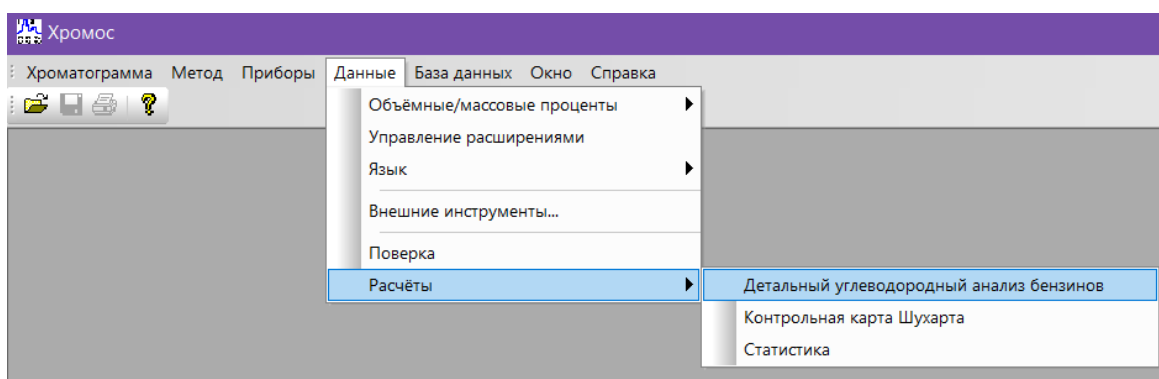
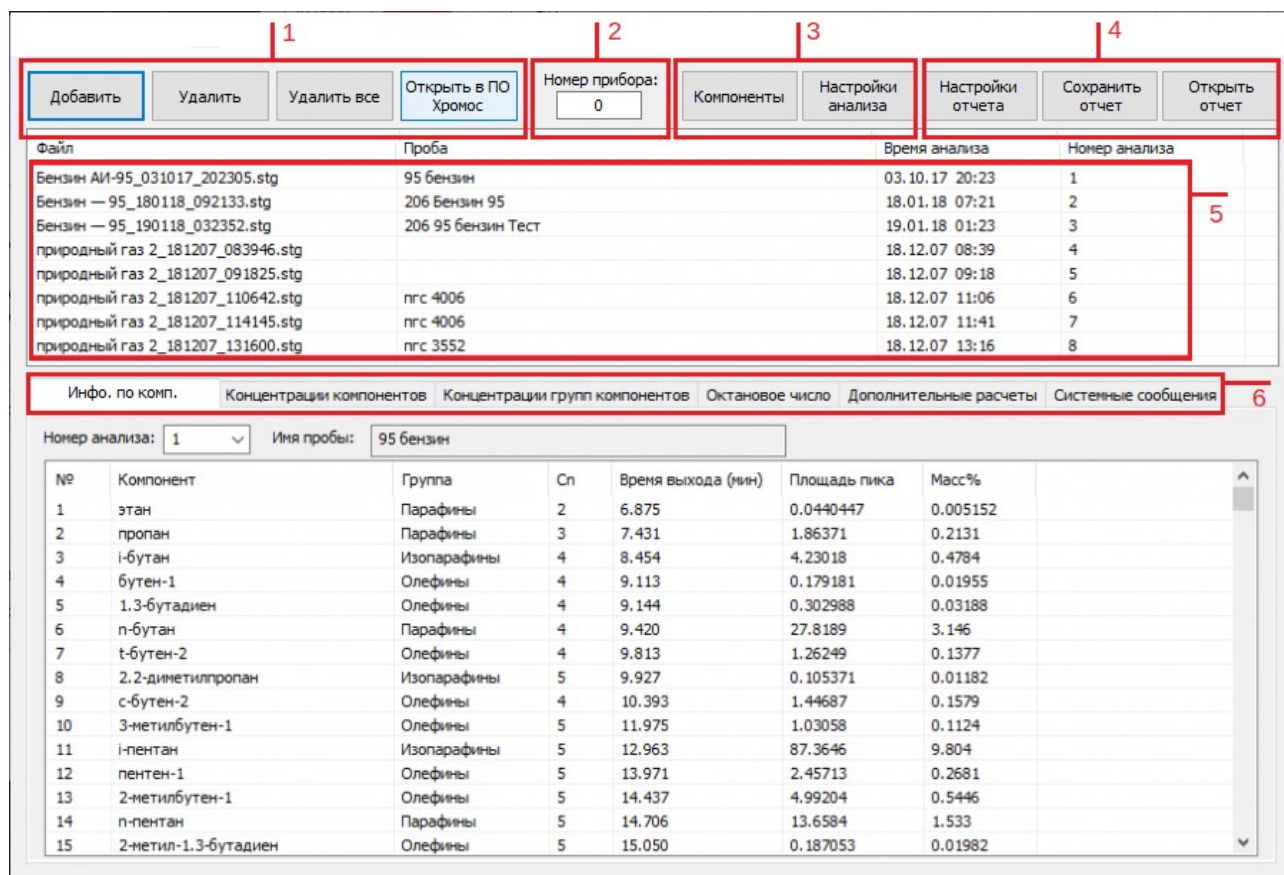

Рис. 2. Запуск дополнения в ПО «Хромос»
Рис. 3. Основное окно программы
3. В меню *Данные* выберите **Расчёты** > **Детальный углеводородный анализ бензинов** (Рис. 2). Откроется окно программы (Рис. 3).
Основное окно программы (Рис. 3) состоит из следующих элементов: